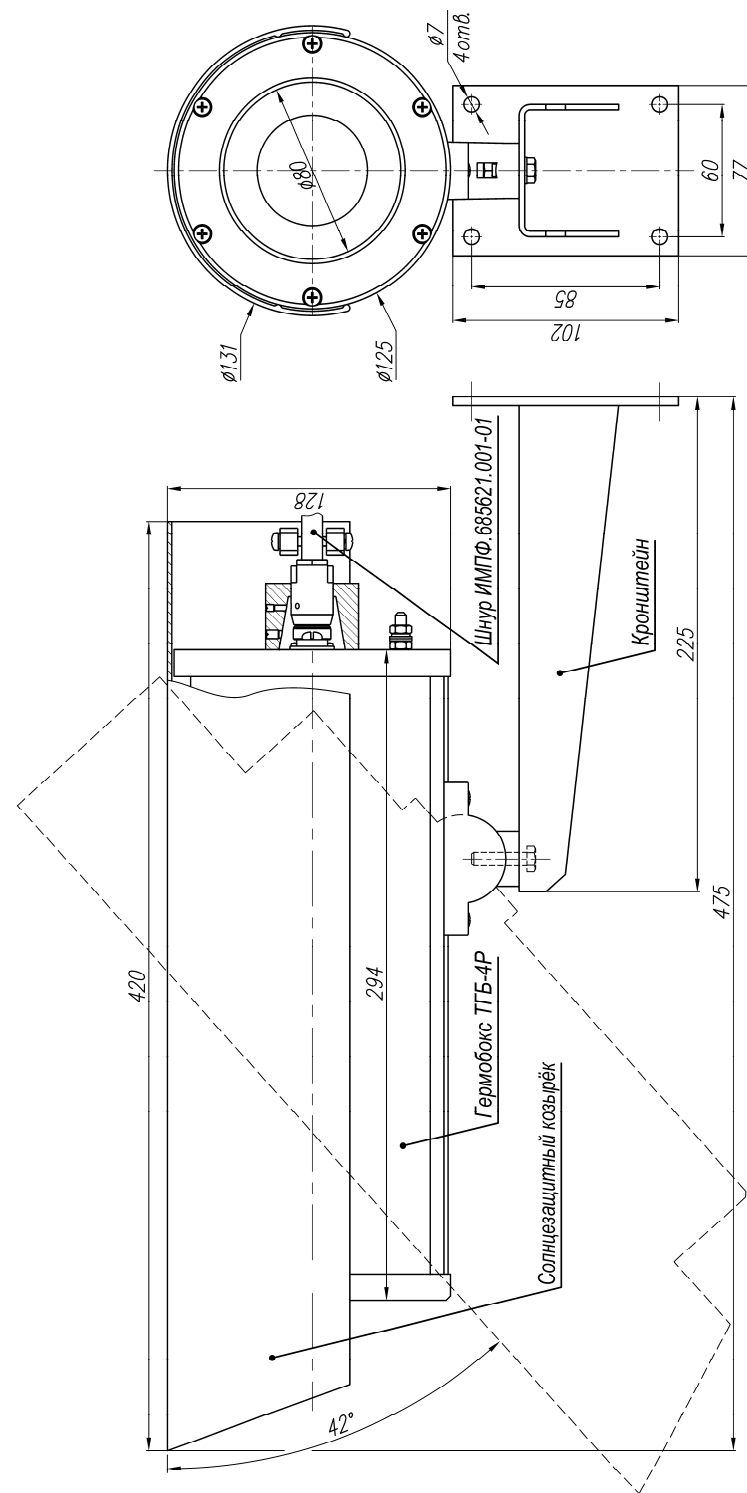

Рис.1 Габаритные и установочные размеры ТВК-19 ВБ-01
10. Габаритные размеры гермобокса, не более см. рисунок 1;